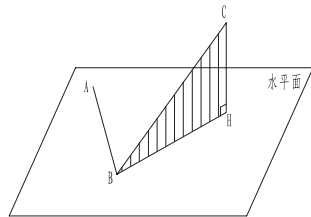

图2
a. 角度放样实例：如图2，AB连线为已知轴线，要确定BC边，则将激光电经置于B点，先瞄准A点，读出A点的水平角和竖直角 H_A 、 V_A 根据放样要求算出C点的水平角和竖直角 H_C 、 V_C ，既可将望远镜调到 H_C 、 V_C 点，这时激光点瞄准的就是C点。